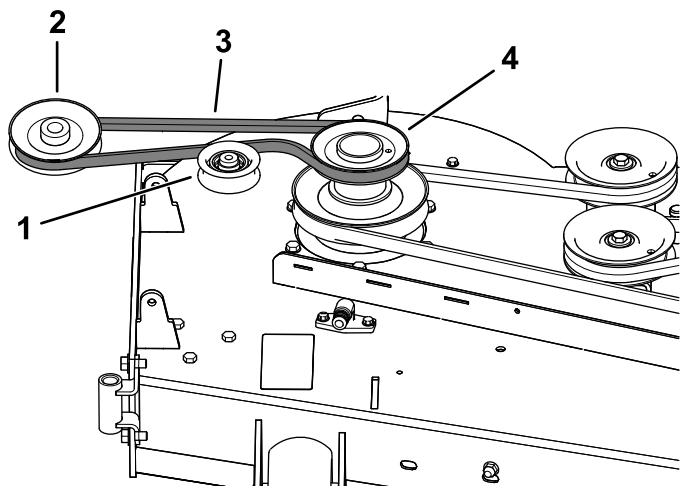

Bild 25
1. Legen Sie den Riemen ggf. um die Riemenscheibe des Gebläses (Bild 25).
1. Verlegen Sie den Riemen um die Gebläseriemenscheibe (**Bild 25** und **Bild 26**), siehe **11 Einbauen des Gebläses (Seite 16)**.
4. Verlegen Sie den Riemen um die Antriebsscheibe, wie in Bild 25 und Bild 26 dargestellt.